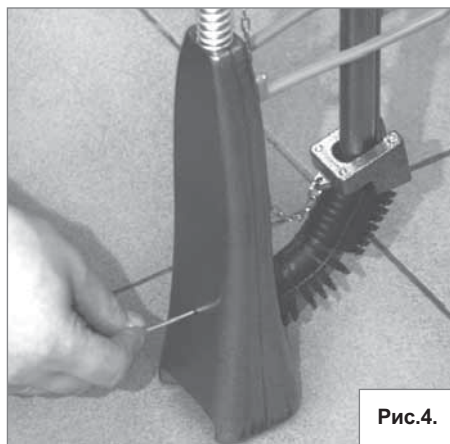

Рис.4.
3. **REGULACJA** – Wkrętem regulującym (8) ustawiamy odpowiednią przestrzeń w gnieździe spinek (10). Przestrzeń reguluje się dokręcając bądź odkręcając wkręt za pomocą klucza imbusowego 3 mm. Zbyt głębokie wkręcenie – powoduje uszkodzenie spinek przez ostre stożka wkręta oraz blokowanie się Tackera. Właściwie wyregulowana przestrzeń w gnieździe uniemożliwia samoczynne wypadanie spinek oraz pozwala na prawidłową pracę Tackera. Rys. 4.
3. **РЕГУЛИРОВКА** – Регулирующим винтом (8) установить соответствующее пространство в гнезде шпилек (10). Пространство регулируется за счет закручивания или откручивания винта с помощью имбусного ключа 3 мм. Слишком глубокое вкручивание – приведет к порче шпилек острым концом винта, а также к блокировке инструмента (такера). Должным образом отрегулированное пространство в гнезде препятствует произвольному выпадению шпилек, а также гарантирует правильную работу инструмента. Рис. 4.